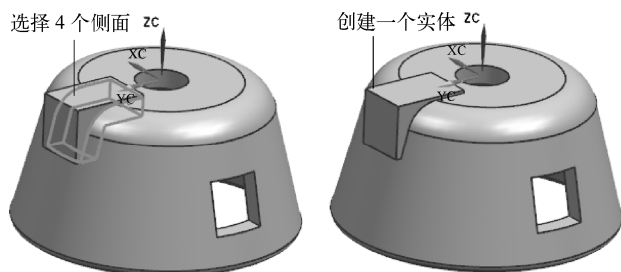

图 4-73 先创建一个实体
如图 4-73 所示，先用【替换实体】的方法创建一个封闭孔的实体，孔的边缘必须在实体的面上，边缘不能位于实体内部或者实体外部。
(2) 对如图 4-73 所示产品的横越两个面的孔，先用【替换实体】将孔堵上，然后用【修剪区域补片】的【移刀】方法进行修补。